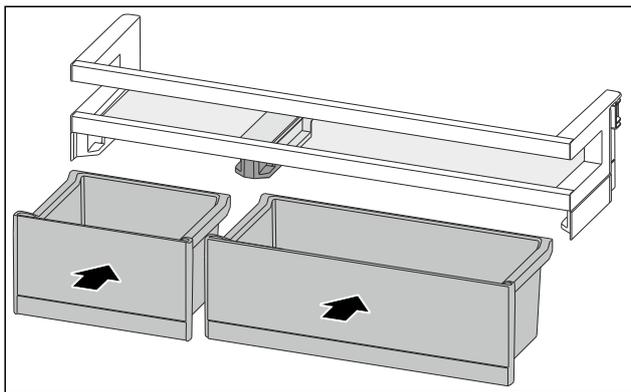

Fig. 92
- ▶ 排列互换后装入 VarioBox。[参见 Fig. 92]